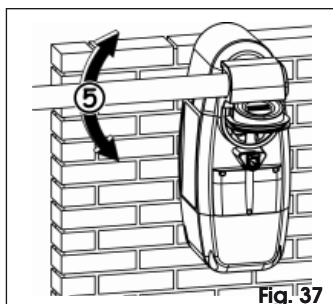

Fig. 37
4. Mueva manualmente la barra, Fig. 37.